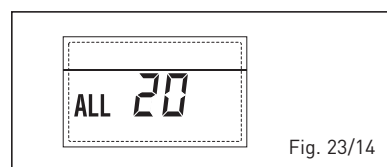

Fig. 23/14
- ANOMALIA AVARIA Sonda IMPULSÃO PRIMEIRA ZONA MISTURADA "ALL 21" (fig. 23/15)